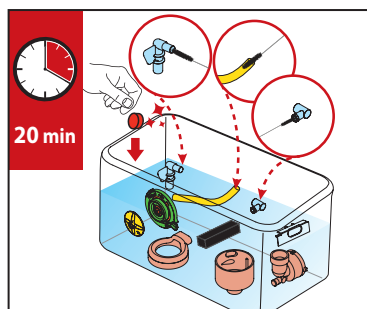

Fig. 1
1. Placer alle blandesystemdele i en spand med et lokalt fødevarerodkendt rengøringsmiddel og varmt vand, og læg i blød i ca. 20 minutter. (Se fig. 1)